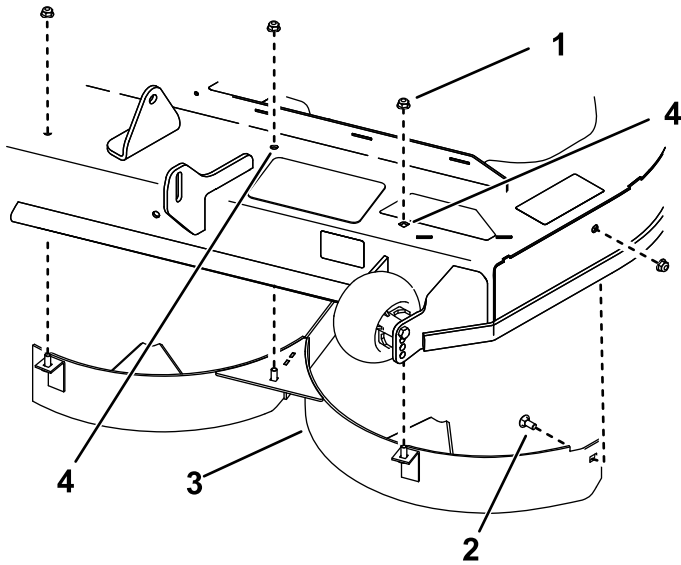

Figure 14
- Pour les plateaux de 137 cm et 152 cm, retirez les fixations existantes des trous indiqués à la Figure 14, et fixez le déflecteur gauche à l'aide des 4 écrous (5/16") et 1 boulon de carrosserie (5/16" x 3/4").